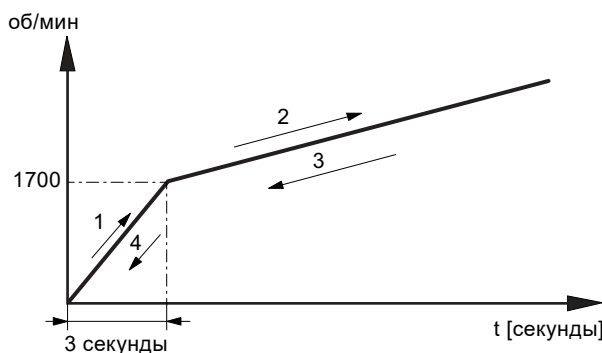

Рис. 4 Линейно снижающаяся характеристика
1. Уменьшите частоту вращения насоса BMS hs (6) в соответствии с заводскими настройками. См. рис. 4 (3 и 4).